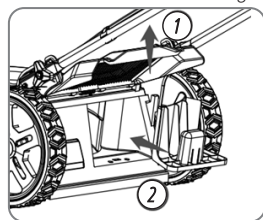

Fig. 6
INSTALACIÓN DEL TAPÓN DE MULCHING (FIG. 6)
1. Retire el recogedor de hierba (Fig. 6).